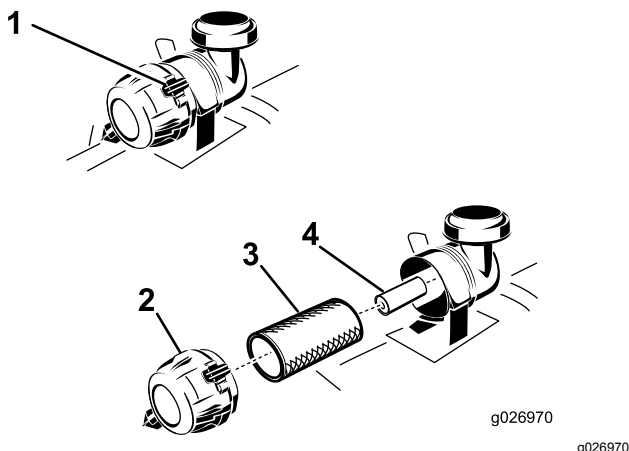

Figure 41
4. Ouvrez les attaches du filtre à air et détachez le couvercle du boîtier du filtre (Figure 41).
6. Sortez le préfiltre du boîtier du filtre avec précaution (Figure 41).
2. Si vous remplacez l'élément interne, insérez-le avec précaution dans le boîtier du filtre (Figure 41).
3. Glissez ensuite le préfiltre sur l'élément de sécurité avec précaution (Figure 41).
4. Montez le couvercle, reniflard en bas, et tournez-le pour que les attaches verrouillent le couvercle en place (Figure 41).